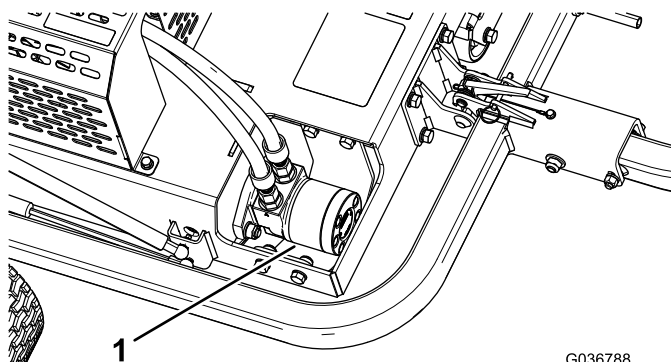

Рисунок 41
3. Удалите загрязнения и мусор с поверхности вокруг гидроцилиндра (Рисунок 41).